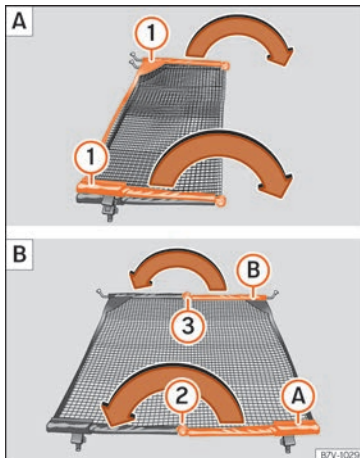

Fig. 170 Aprire la rete divisoria ①, quindi ritirarla nuovamente ② e ③.
Allargare completamente le barre trasversali della rete divisoria »» **fig. 170 ①** nella direzione indicata dalla freccia fino ad udire un "clic".
- Premere il pulsante di sblocco »» fig. 170 ② e, tenendolo premuto, piegare la barra ① nella direzione indicata dalla freccia.
- Premere il pulsante di sblocco »» fig. 170 ③ e, tenendolo premuto, piegare la barra ② nella direzione indicata dalla freccia.